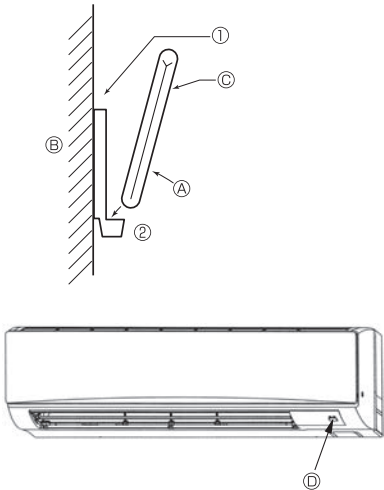
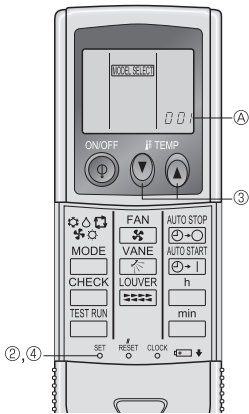

Fig. 6-2
Fig. 6-3
2) 安装方法 (Fig. 6-2)
- ① 用两个自攻螺钉将遥控器支座装配在理想之处。
- ② 将控制器的较低部安装在支座内。
- ① 遥控器
- ② 墙壁
- ③ 显示面板
- ④ 接收器
3) 设定 (Fig. 6-3)
- ① 装上电池。
- ② 用末端尖锐的物件按下 SET（设定）按钮。